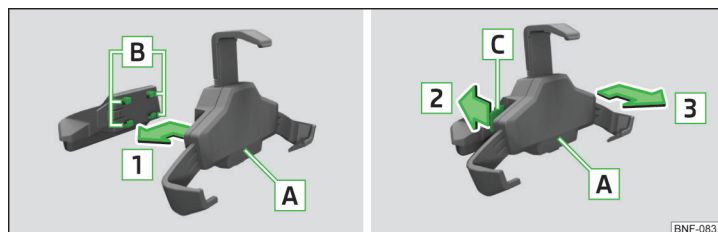

Fig. 77 Introducerea suportului în adaptor / scoaterea suportului de pe adaptor
- Pentru **fixarea suportului pe adaptor**, introduceți suportul **A** în prinderile **B** în sensul săgeții **1** până la fixarea cu zgomot specific » fig. 77.